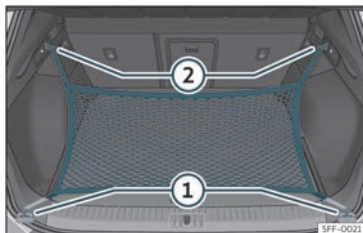

Fig. 113 Na bagageira: argolas ① e ganchos ② para fixar o saco de rede.
- Fixe os ganchos curtos da rede nas argolas de fixação»» Fig. 113 ① »» ⚠. O fecho de correr do saco deve ficar voltado para cima.
- Fixe as fitas nos ganchos para prender sacos ②.